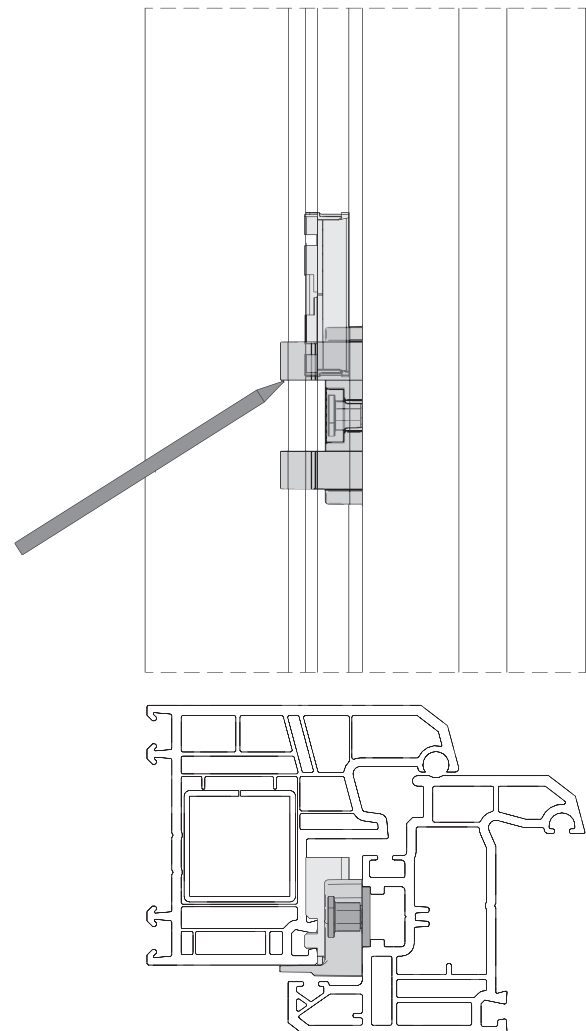

Bild 2 : Positionsmarkierung Rahmenteil
- Die Markierung am Rahmen mit einem Bleistift vornehmen. (Dazu ist die Innenseite der Positionierhilfe in Verschlussrichtung der Rahmenteile zu verwenden, Bild 2).
Eine optimale Schutzwirkung kann nur durch präzise Positionierung der Rahmenteile erreicht werden. Die tatsächlich erforderlichen Montagepositionen der Rahmenteile, zu den in Bild 1 und Bild 2 angegebenen. Positionen, kann durch verschiedene Einflüsse am nachzurüstenden Element geringfügig abweichen. Vor dem Verschrauben der Rahmenteile ist daher der Abstand Verschlussbolzen Einlaufkante zu überprüfen, um eine vollständiges Einlaufen sicherzustellen.